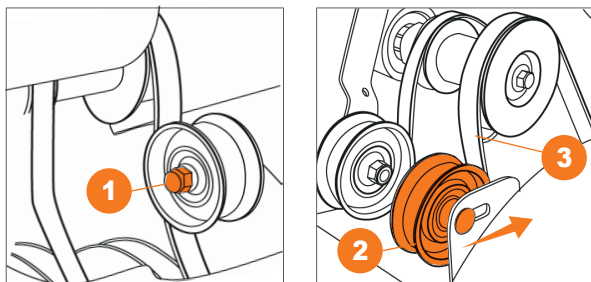

Рис. 42
- В случае если шнеки на снегоуборочной машине не вращаются или перестают вращаться под нагрузкой и регулировка натяжения троса не дает результата, необходимо произвести натяжку приводного ремня при помощи изменения положения прижимного ролика (Рис. 42).
- Ослабьте гайку ①, крепления ролика натяжения ремня.
- Переместите ролик ② в сторону ремня, но не допускайте его касания и затяните гайку.